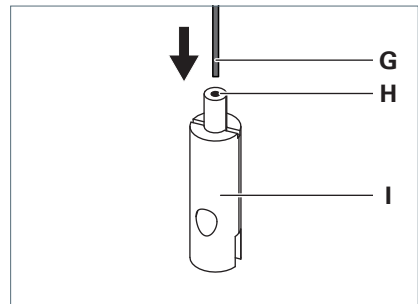

Fig. 4: Drahtseilhalter montieren.
- ▶ Führen Sie das Drahtseil **G** durch die Führungsbuchse **H** des Drahtseilhalters **I**, siehe Fig. 4.